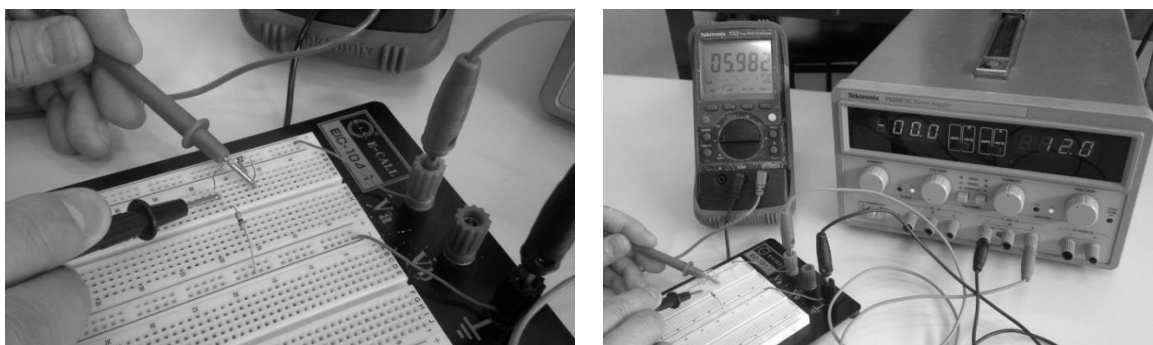

Figura 2: Montagem do circuito em *protoboard* e procedimento de medição.
Dicas: veja como montar e medir tensões no circuito com o multímetro portátil através do exemplo ilustrado na **Figura 2**. Utilize a fonte de tensão contínua (DC) disponível para alimentar o circuito. Leia o **item 4 da Introdução Teórica** para obter maiores detalhes e cuidados a serem tomados com as fontes de tensão contínua.